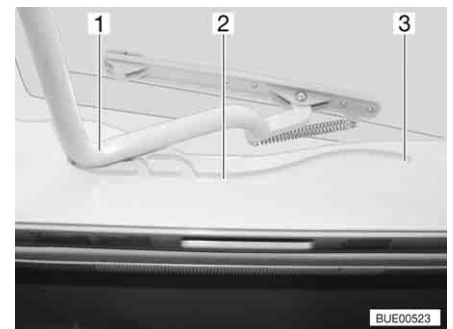

Fig. 66 Oblò Heki, guida
- Tirare la staffa (Fig. 66,1) nelle guide (Fig. 66,2) fino alla posizione più all'indietro (Fig. 66,3).
- Spingere la staffa (Fig. 66,1) leggermente verso l'alto con ambedue le mani.
- Tirare la staffa nelle guide (Fig. 66,2) fino alla posizione desiderata.